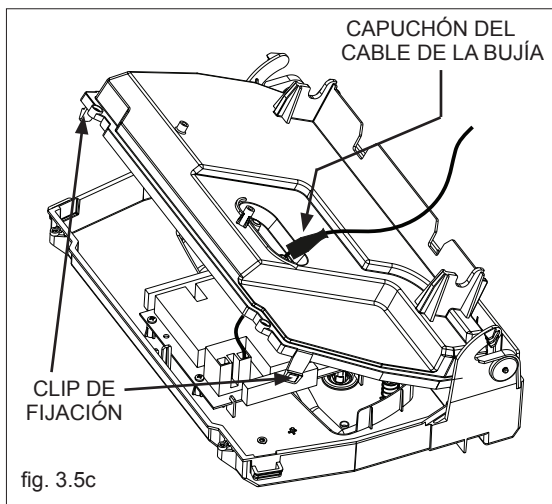

fig. 3.5c
- haga deslizar el capuchón por el cable de la bujía (fig. 3.5c)
- abra el tablero accionando los clips de fijación (fig. 3.5c)